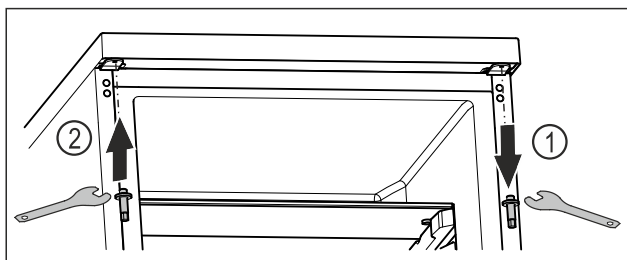

Fig. 19
- ▶ Oberen Bolzen mit Außensechskantschlüssel herausdrehen. Fig. 19 (1)
- ▶ Bolzen auf der Gegenseite mit Außensechskantschlüssel festschrauben. Fig. 19 (2)